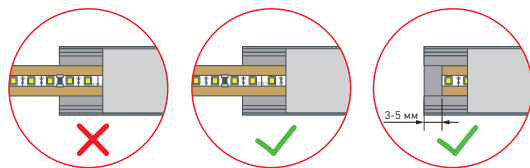

Рис. 1. Правильная резка ленты. Вид сверху
- Измерьте длину области установки. При необходимости отрежьте часть профиля необходимой длины (минимальный отрезок – 5 мм). Разрезать ленту необходимо только в обозначенных местах, отступив от края профиля на 3-5 мм строго по линии резки. Не допускается соприкосновение края ленты с неанодированной частью профиля, поскольку произойдет нарушение ее работы и выход из строя. Контактная площадка печатной платы не должна располагаться в месте резки (см. рис. 1).